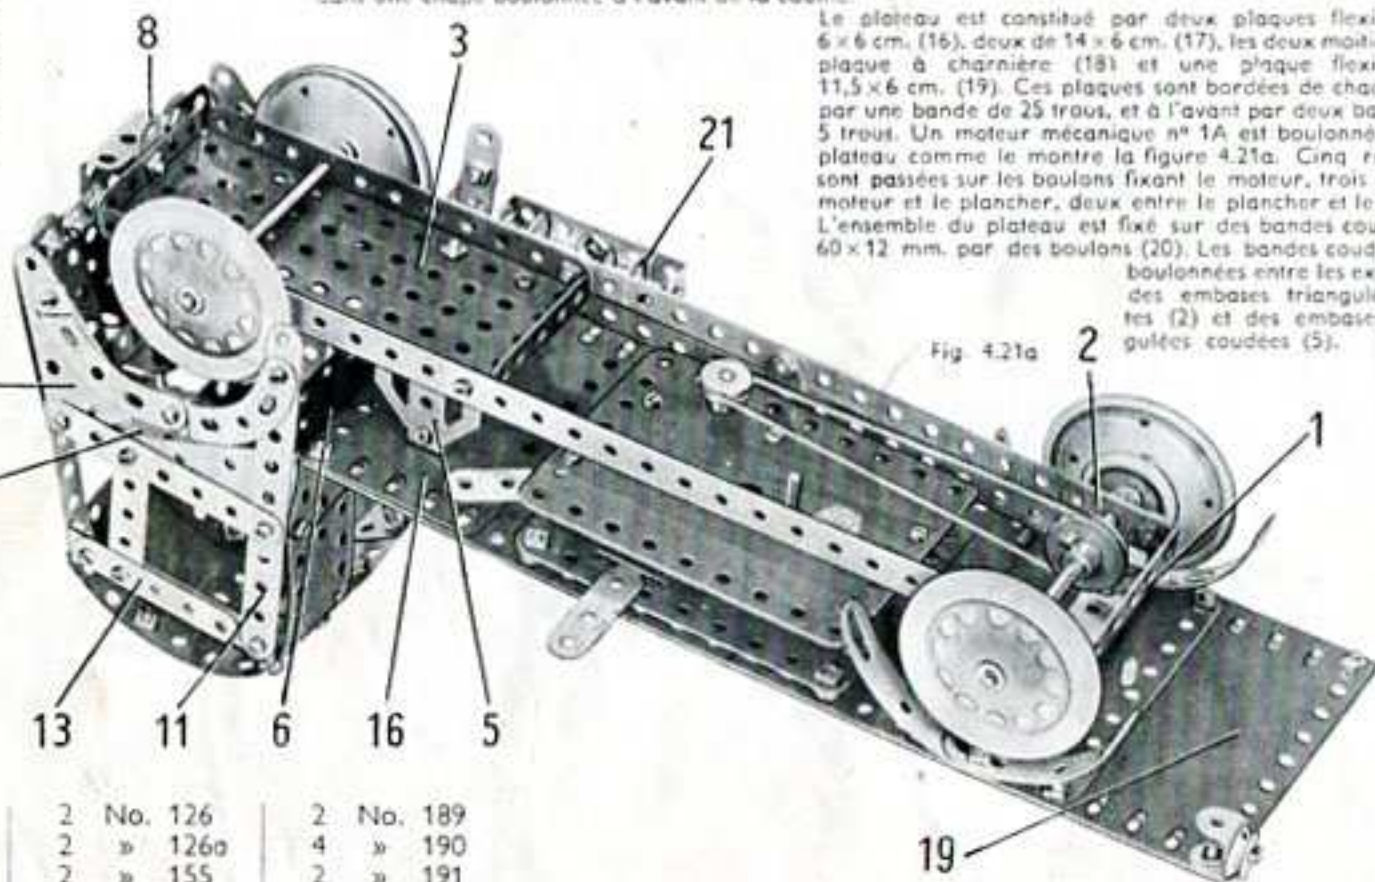

Fig. 4.21a
Le plateau est constitué par deux plaques flexibles de 6×6 cm. (16), deux de 14×6 cm. (17), les deux moitiés d'une plaque à charnière (18) et une plaque flexible de $11,5 \times 6$ cm. (19). Ces plaques sont bordées de chaque côté par une bande de 25 trous, et à l'avant par deux bandes de 5 trous. Un moteur mécanique n° 1A est boulonné sous le plateau comme le montre la figure 4.21a. Cinq rondelles sont passées sur les boulons fixant le moteur, trois entre le moteur et le plancher, deux entre le plancher et le châssis. L'ensemble du plateau est fixé sur des bandes coudées de 60×12 mm. par des boulons (20). Les bandes coudées sont boulonnées entre les extrémités des embases triangulées plates (2) et des embases triangulées coudées (5).